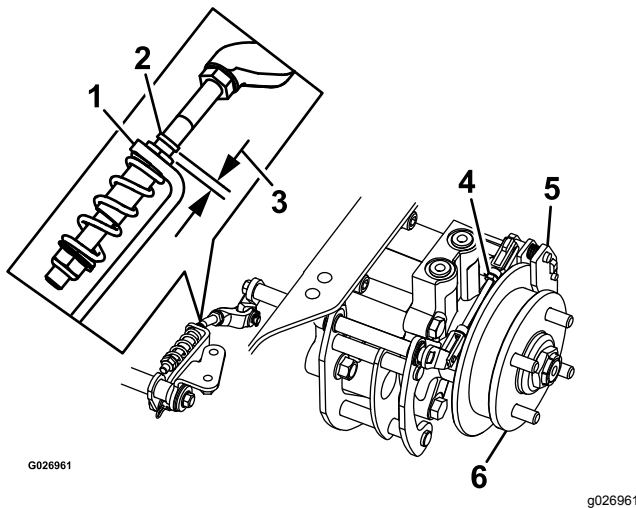

Figure 82
8. Vérifiez si un espace est visible entre le support en L et la butée de tringlerie (Figure 82).